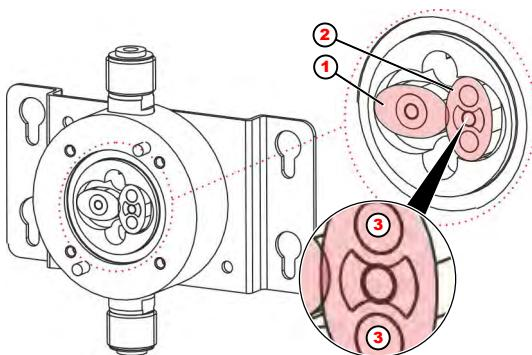

Fig. 6 : Compteur à roues ovales
Les roues ovales doivent être insérées de telle sorte qu'elles soient décalées exactement de 90° l'une par rapport à l'autre (Fig. 6 , pos. 1 + pos. 2) .
1. ➤ Monter les roues ovales après le nettoyage / remplacement décalées de 90° l'une par rapport à l'autre (Fig. 6 , pos. 1 + pos. 2) .
La roue ovale avec les aimants soudés (Fig. 6 , pos. 2) doit être placé sous le capteur dans le couvercle.